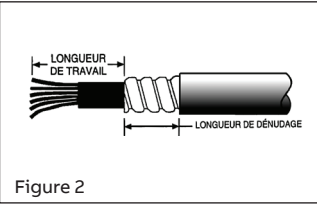

Figure 2
3. When preparing the cable, trim the outer jacket to adjust the exposed armor strip length as indicated in the table (Figure 2).
- Lors de la préparation du câble, couper la gaine extérieure afin d'obtenir la longueur d'armure à dénuder selon le tableau (Figure 2).